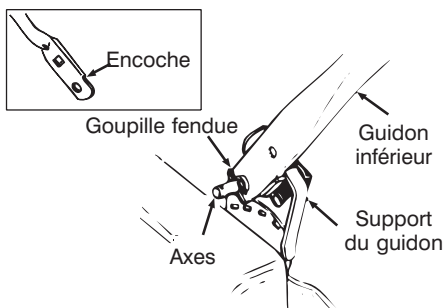

Figure 1
guidon à deux hauteurs différentes. L'utilisation de l'encoche plus en avant ou plus haut (voir l'encadré, Figure 1) permet de régler le guidon plus bas que si l'encoche plus en arrière est employée.
- Maintenez le guidon avec les goupilles fendues dans les trous inférieurs des goupilles soudées. Voir la figure 1.